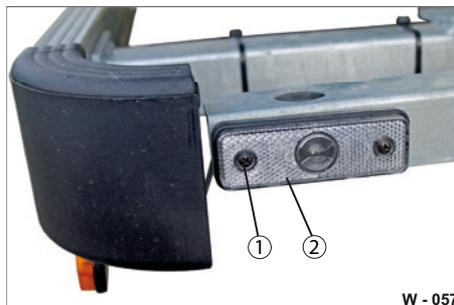

Abb. 58 Begrenzungsleuchte Stirnwand
- ▶ Lösen Sie die Befestigungsschrauben (Abb. 58/1).
- ▶ Entnehmen Sie die LED-Leuchte (Abb. 58/2) - Verbindung ausstecken.